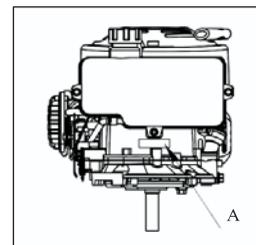

Fig. 15
13.1 LOCATIE SERIENUMMER (Zie Fig. 15)